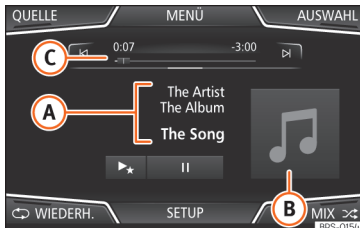

Abb. 211 Hauptmenü MEDIEN
- Drücken Sie die Infotainment-Taste **MEDIA**, um das Hauptmenü *Medien* » Abb. 211 zu öffnen.
Die derzeit gespielte Medienquelle wird beim Drücken der Funktionsfläche **QUELLE** » Abb. 211 im Pull-down-Menü angezeigt.